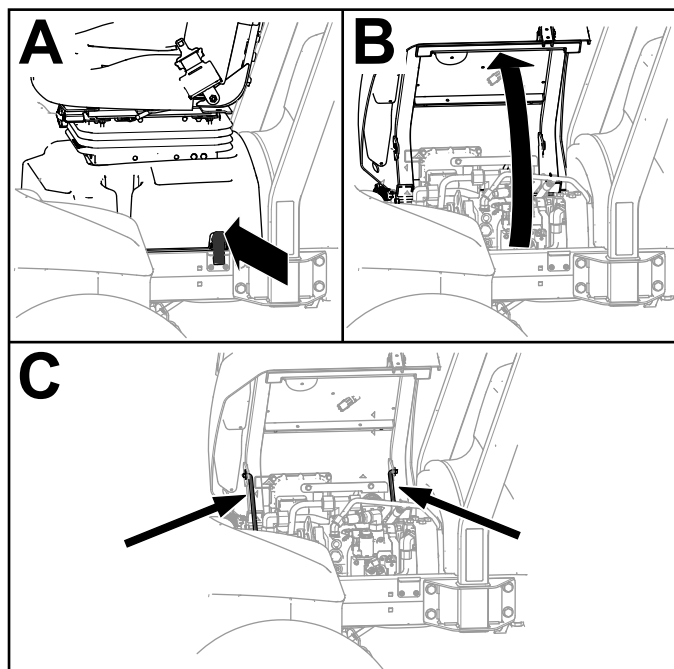

Figura 134
2. Deblocai baza scaunului, înclinai baza scaunului în poziie deschisă i sprijinii-o cu tije de susinere (Figura 134).